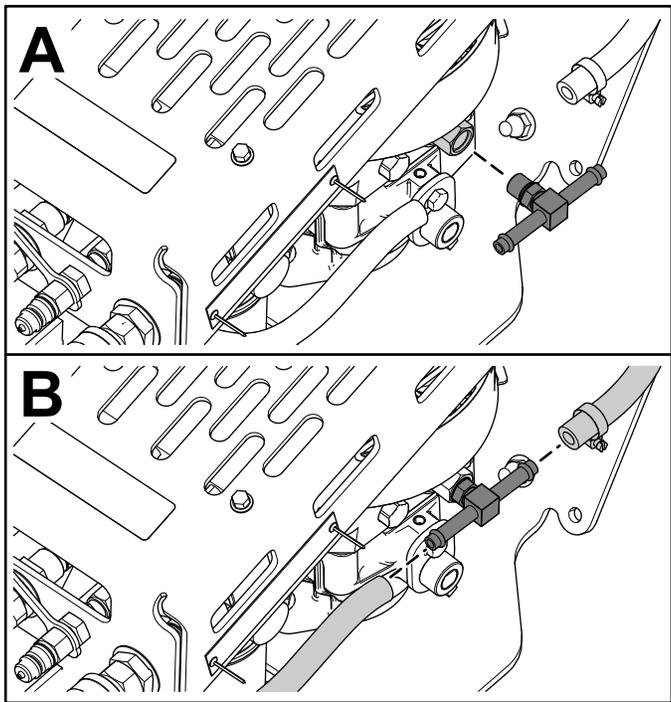

Figure 6
6. En vous aidant d'une clé d'appui, serrez le raccord en T dans le raccord sur la pompe hydraulique et branchez les 2 flexibles sur le raccord en T (Figure 6).